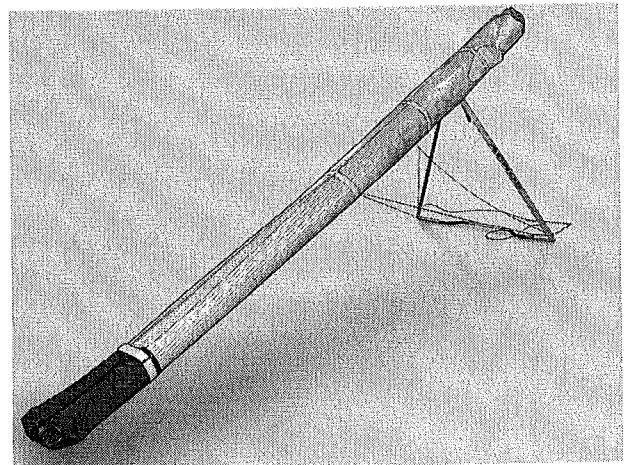

Abb.25
12. Sichern Sie das Segel mit Klettbändern. Der erste Klettband wird an dem Bereich der Holm-Flügelrohr-Verbindung über dem Kielrohr laufend aufgesetzt, (Abb.25).